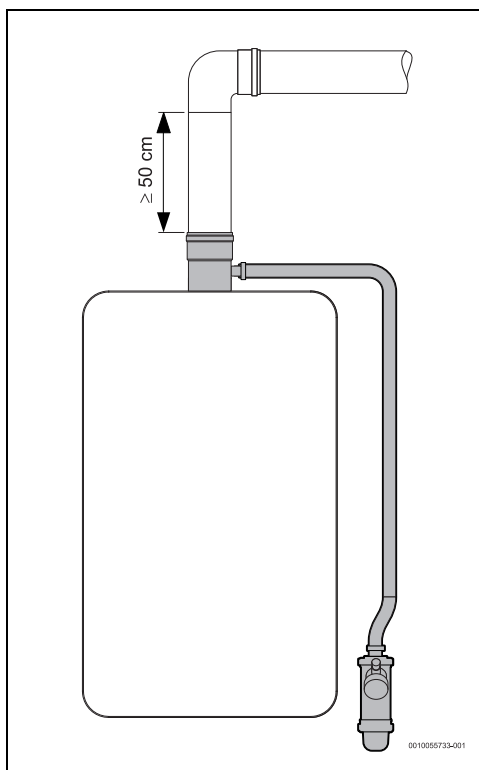

Fig. 18 Sifone per la condensa (condotto orizzontale)
- la lunghezza del primo tratto del condotto è verticale e superiore a 50 cm (Fig. 18).